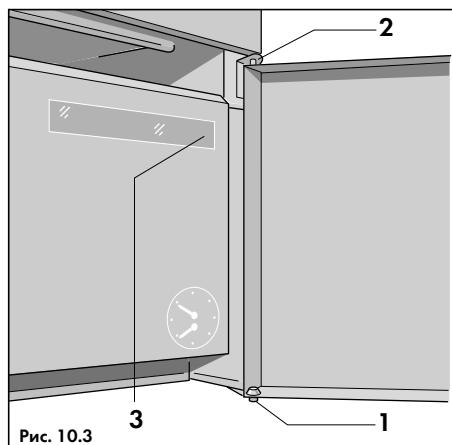

Рис. 10.3
- Осторожно нажать на верхнийшарнирный штифт (2, рис. 10.3) так,чтобы дверца аппарата вышла иззацепления, и снять ее с нижнегошарнирного штифта (1, рис. 10.3)вверх;